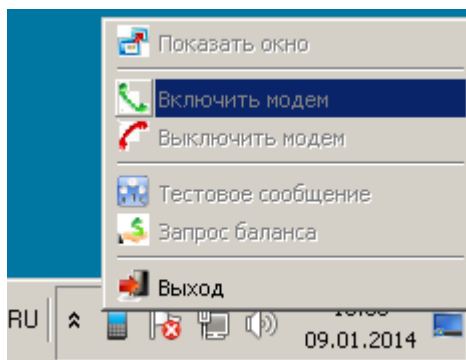

Рисунок 7
6.2.11 При закрытии программы она «сворачивается» в системный трей (рисунок 7).